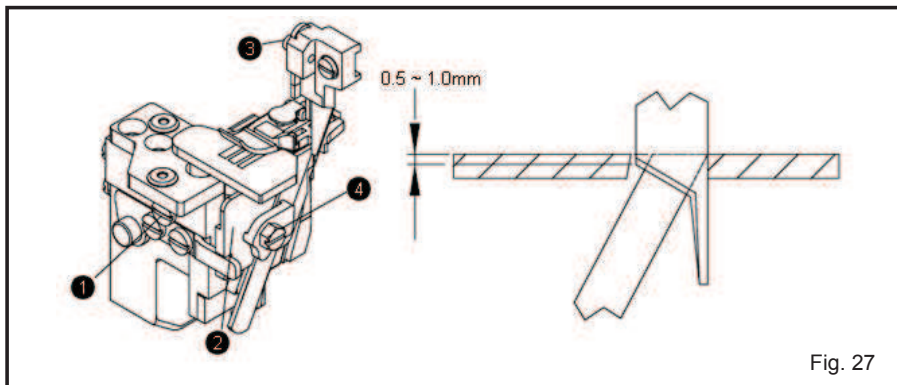

Fig. 27
- (1) Solte o parafuso ① e mova o suporte aparador inferior ② para a esquerda. Em seguida, aperte um pouco o parafuso ①.
- (2) Solte o parafuso ④. Retire a faca e substitua por uma nova.
- (3) Ajuste a borda da faca inferior para ficar alinhada com a superfície da placa da agulha. Em seguida, aperte o parafuso ④.
- (4) Solte o parafuso ① para retornar o suporte da faca inferior para sua posição original e teste se as facas superior e inferior podem cortar o fio adequadamente. Em seguida, aperte o parafuso ①. (Fig. 27)